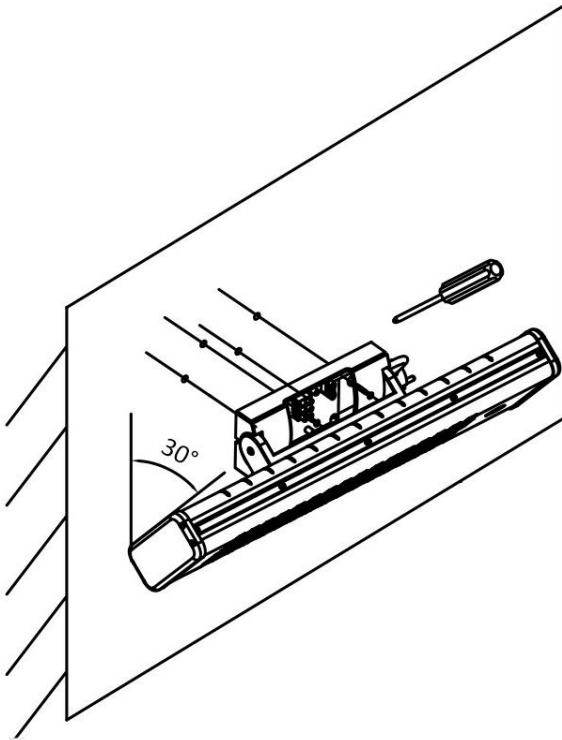

Bild 5
6. Håll tag i väggfästet och positionera värmeelement, se till att gallret är riktat mot dig. Sväng ned värmeelementet hela vägen. Fixera väggfästet och värmeelementet till väggen med de två medföljande skruvarna och en skruvmejsel genom de två hålen på övre delen av väggfästet (se bild 5). Det